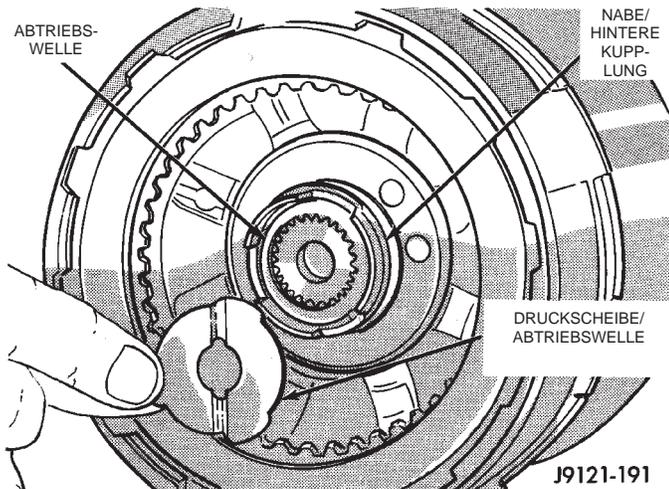

Abb. 101 Druckscheibe für Abtriebswelle
(28) Druckscheibe für Abtriebswelle mit Vaseline bestreichen. Scheibe in die hintere Kupplungsnabe einsetzen (Abb. 101). Ausreichend Vaseline zur sicheren Fixierung der Scheibe verwenden. **Die genutete Seite der Scheibe muß, wie in der Abbildung gezeigt, nach hinten (zur Abtriebswelle) weisen. Außerdem ist zu beachten, daß die Scheibe nur in einer Richtung in die Kupplungsnabe paßt.**